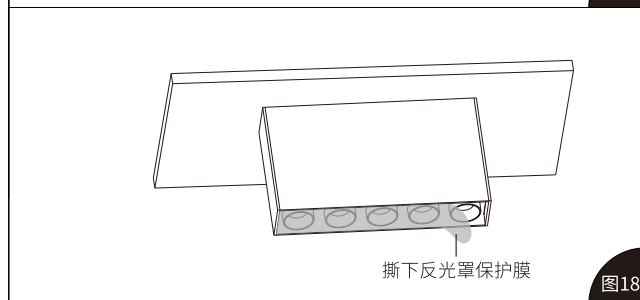

图18
- 3、将电源线连接完成后塞进灯体内，然后将灯体扣入吸顶支架，即完成安装，撕掉面环上的保护膜，通电即可(如图18)